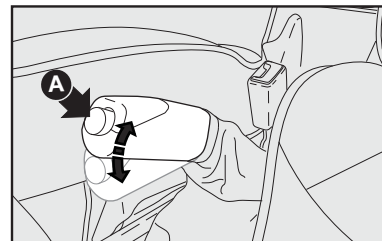

fig. 1
FRENO DE ESTACIONAMIENTO - fig. 1
- 1) Levante un poco la palanca y presione el botón **A**-fig. 1.
- 2) Con el botón presionado baje la palanca. El señalador luminoso (1) se apaga.